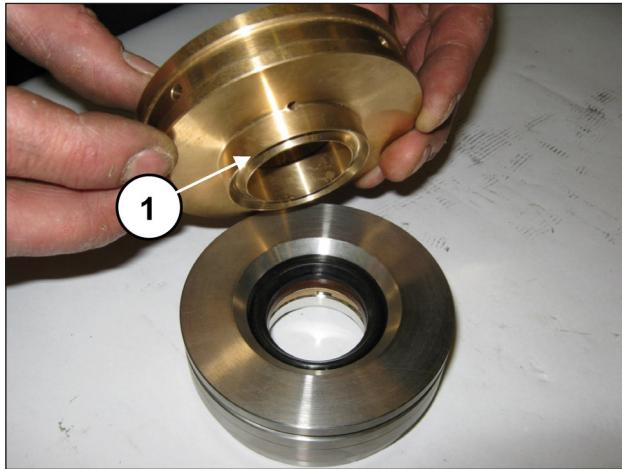
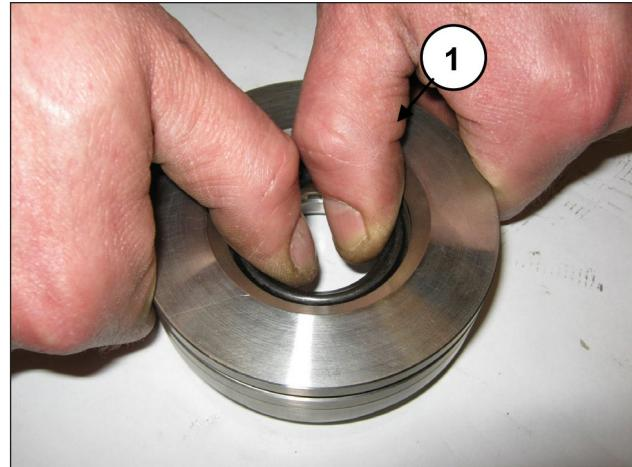

Abb. 172
Abb. 173
Trennen Sie den Dichtungshalter von der Buchse (Pos. ①, Abb. 172) und legen Sie somit die Druckdichtungen frei (Pos. ①, Abb. 173).